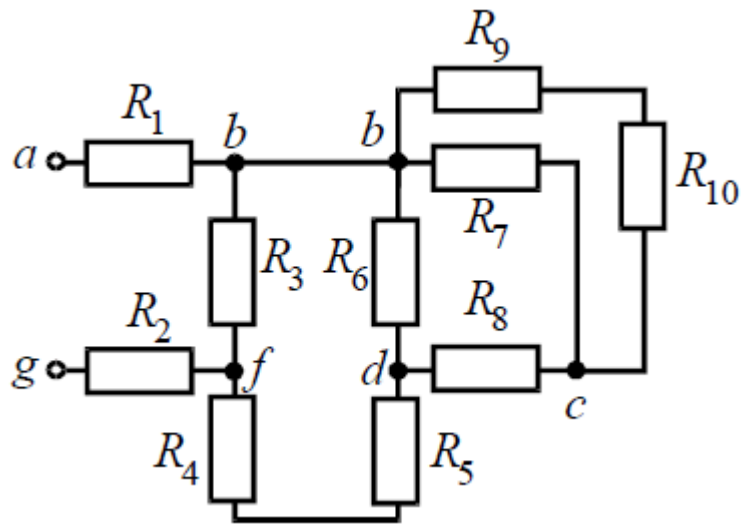

Рисунок 2.
- 4.** Для цепи (рис. 2), определить эквивалентное сопротивление относительно входных зажимов а–г, если известно: $R_1 = R_2 = 0,5 \text{ Ом}$, $R_3 = 8 \text{ Ом}$, $R_4 = R_5 = 1 \text{ Ом}$, $R_6 = 12 \text{ Ом}$, $R_7 = 15 \text{ Ом}$, $R_8 = 2 \text{ Ом}$, $R_9 = 10 \text{ Ом}$, $R_{10} = 20 \text{ Ом}$.